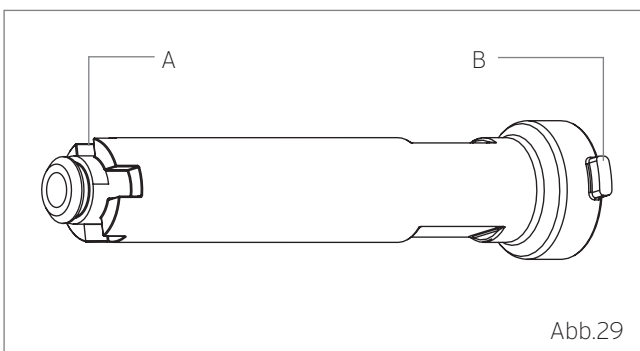

Abb. 29:
- Das Wartungswerkzeug [Pos. 1] von oben mit der Seite B (hierzu: Abb. 29) voran in die Gehäuseöffnung einführen,
- das Wartungswerkzeug [Pos. 2] von oben mit der Seite A (hierzu: Abb. 29) voran in die Gehäuseöffnung einführen,